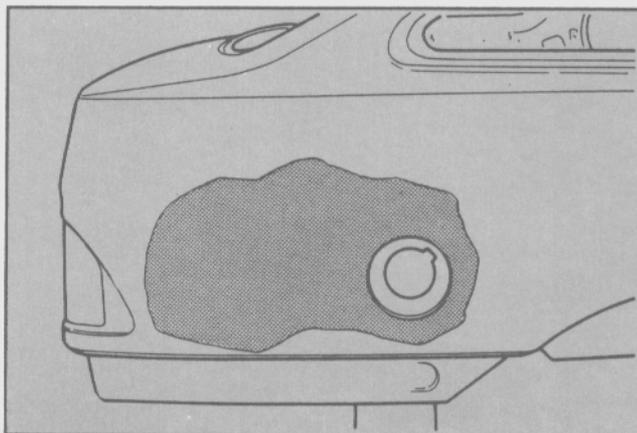

Fig. 18
- Marcar la zona dañada (Fig. 18).